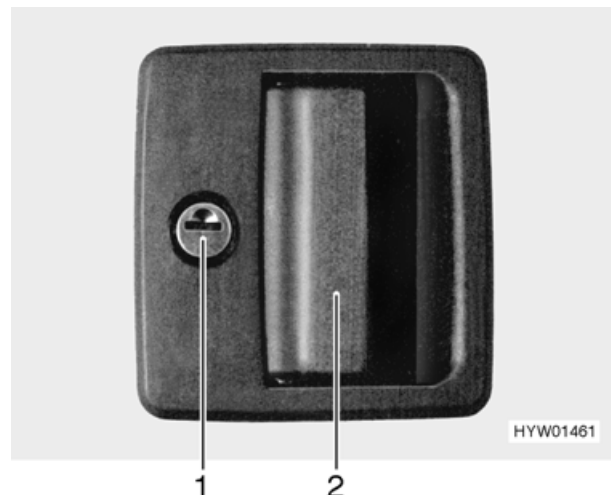

Fig. 22 Serratura della porta di ingresso e porta guidatore, lato esterno
- Inserire la chiave nel cilindro della serratura (Fig. 22,1) e girare in senso orario, fino a quando la serratura della porta si sblocca.
- Aprire la porta tirando la maniglia (Fig. 22,2).
- Inserire la chiave nel cilindro della serratura (Fig. 22,1) e girare in senso antiorario, fino a quando la serratura della porta si blocca.